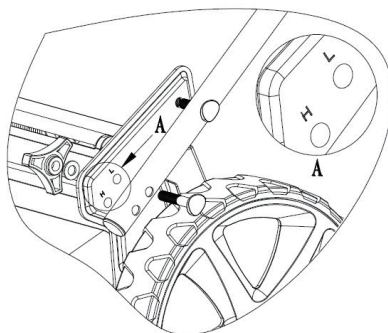

Fig. 2
2. Il foro "H" serve per la regolazione alta del manubrio, il foro "L" per quella più bassa (vedi fig. 2).